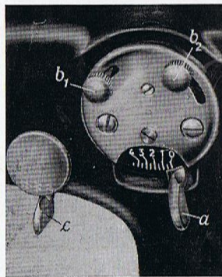

Abbildung 12
3. Das Nähen mit Zickzackstich (Abb. 12)